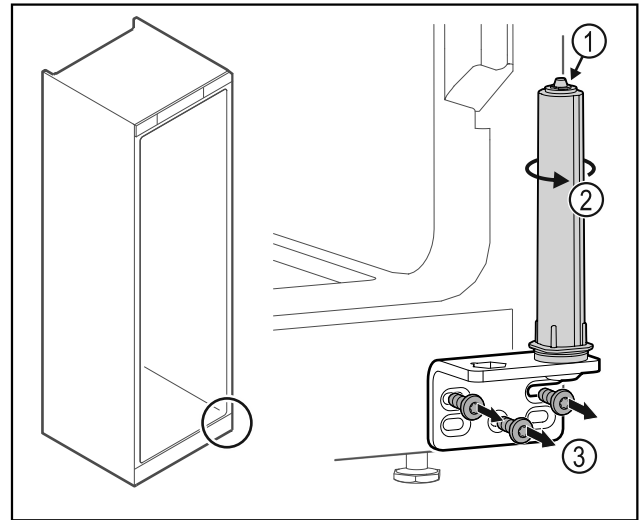

Fig. 39
- ▶ Не розбирати систему закриття дверей Fig. 39 (1).
- ▶ Повертати систему закриття Fig. 39 (2) до клацання.
- ▶ Відкрутити шарнірний кутик Fig. 39 (3).